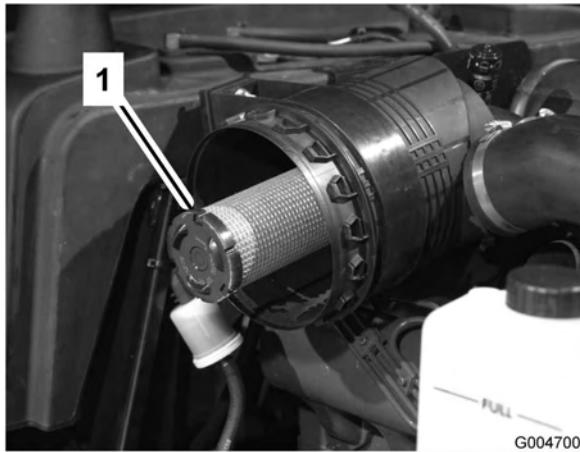

Figura 48
- Togliete il filtro primario dell'olio (Figura 47). Si sconsiglia la pulizia dell'elemento usato, per evitare il rischio di danneggiare l'elemento filtrante. Controllate il filtro nuovo e accertatevi che non sia stato danneggiato durante la spedizione, in particolare l'estremità di tenuta del filtro ed il corpo. Non usate l'elemento se è avariato. **Non togliete il filtro di sicurezza (Figura 48).**
Importante: Non cercate mai di pulire il filtro di sicurezza (Figura 48). Sostituitelo con uno nuovo ogni tre revisioni del filtro primario.